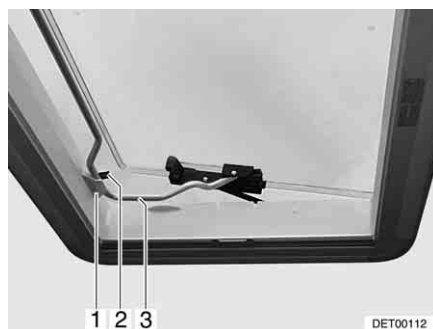

Fig. 69 Claraboya Heki en posición de ventilación 2
- Situar la horquilla (Fig. 69,3) en la sujeción (Fig. 69,1).
- Colocar la palanca (Fig. 69,2) sobre la horquilla.